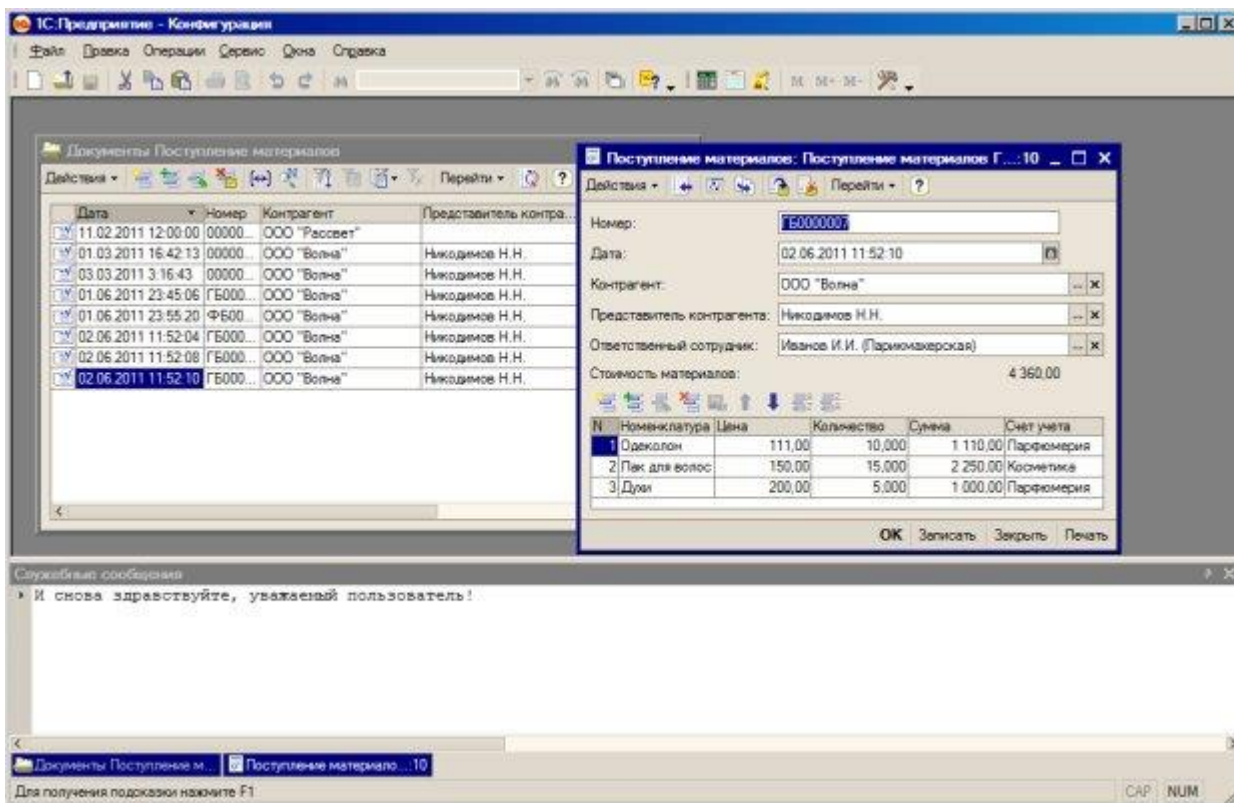

Рисунок 1.6- Сконвертированная информационная база в режиме 1С:Предприятие
Кнопка **Конфигуратор** предназначена для открытия базы в режиме конфигурирования – основном режиме, которым пользуются разработчики. В нашем случае нажатие на эту кнопку приведет к появлению сообщения о том, что для работы с базой ее нужно преобразовать. Нажмем **Да** в этом окне, после чего появится еще одно окно сообщения, говорящее о несоответствии формата файла формату 1С:Предприятие и предлагающему начать преобразование. Нажмем в этом окне кнопку **Да**. Наша база содержит список пользователей с различными правами на работу с базой – для продолжения нам придется войти в систему под учетной записью с именем **Администратор**, без пароля, Рисунок 1.6.
1.9 Нажатием кнопки **1С:Предприятие**, или выполнить в Конфигураторе команду **Сервис > 1С:Предприятие** (так же можно воспользоваться клавиатурным сокращением **Ctrl+F5** или нажать кнопку **1С:Предприятие** на панели инструментов **Конфигурация**). На данном этапе работы Конфигуратор нам нужен был лишь для преобразования информационной базы, поэтому мы можем закрыть его окно и запустить нашу информационную базу из окна запуска. После запуска информационной базы в режиме **1С:Предприятие** она сохраняет ранее существующую функциональность, то есть, позволяет пользователям продолжать работу. Единственное изменение, которое могут заметить пользователи – это новый значок логотипа **1С:Предприятие** в левом верхнем углу окна программы, **Рисунок 1.6**.